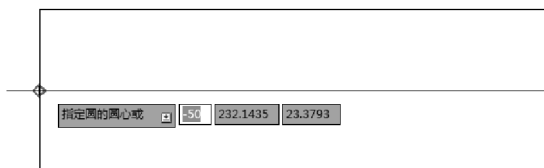
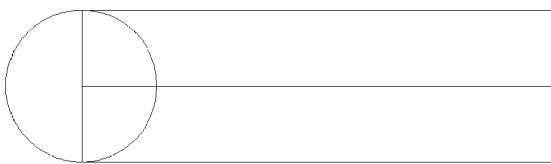

图 12-31 捕捉圆心
图 12-32 绘制的圆
2) 选择【常用】功能区 | 【视图】选项板 | 【俯视】视图俯视，单击【绘图】选项板 | 【圆】按钮，捕捉左侧圆的象限点为圆心，如图 12-31 所示。在命令行中输入半径 8，按回车键，绘制出一个直径为 16 的圆，如图 12-32 所示。